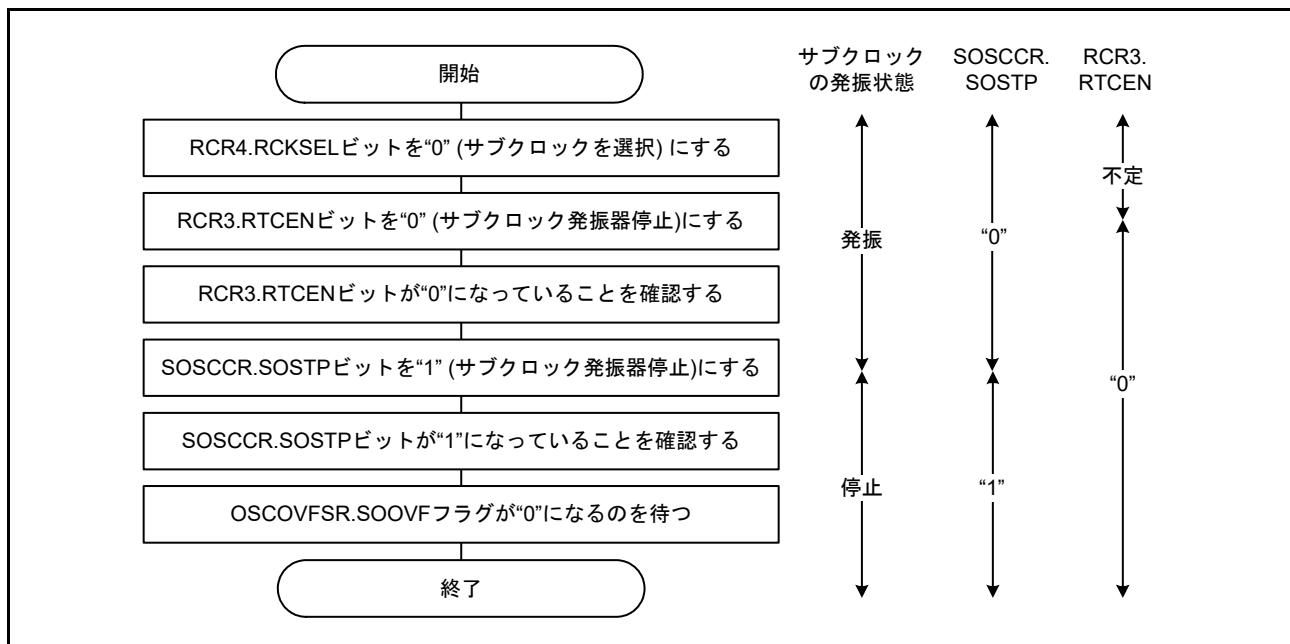

図 9.15 サブクロックを使用しない場合のフローチャート例
- サブクロックを使用しない場合は、図 9.15 のフローチャートの例に従って初期設定してください。